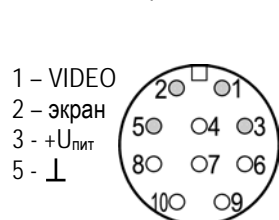

Рис.1 Распайка розетки РС-10 (вид со стороны распайки проводников)
1. Для ТГБ-5-180-24/12, ТГБ-5А-180-24/12, ТГБ-5-180~24/12 и ТГБ-5А-180~24/12 распаять ответную часть разъёма РС-10 согласно требованиям к электромонтажу в соответствии с рис. 1 или 2. После распайки заполнить разъём герметиком.